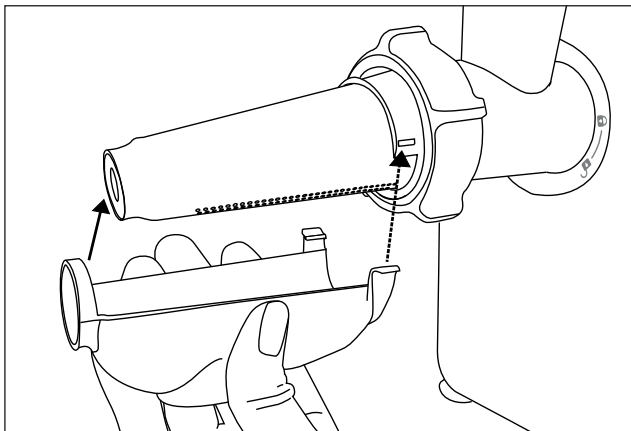

Fig. 2
► Para el accesorio para tomates, no se necesitan ni la cuchilla ❶ con muelle ❷ ni ningún disco perforado o rodaja de charcutería ❸/❹. En caso necesario, retire todos estos accesorios de la boquilla de la picadora de carne ❸.
- 3) Inserte la rosca de transporte ❶ en la boquilla de la picadora de carne ❸.
- 4) Coloque la rosca de plástico ❷ sobre la rosca de transporte ❶. Asegúrese de que el eje angular de la rosca de transporte ❶ encastre completamente en el alojamiento angular de la rosca de plástico ❷. Para ello, en caso necesario, gire un poco la rosca de plástico ❷ de un lado para otro hasta que quede encastrada.
- 5) Tras esto, coloque el pasapurés ❸ de forma que quede completamente sobre la rosca de plástico ❷. Móntelo en la boquilla de la picadora de carne ❸ de manera que las dos pequeñas fijaciones encastren en los dos alojamientos previstos para ello de la rosca. Así el pasapurés ❸ queda bien fijo y no puede girarse. Los pequeños orificios del pasapurés ❸ deben apuntar hacia abajo.
- 6) Cuando todas las piezas estén montadas correctamente, coloque el aro de cierre ❶ sobre el pasapurés ❸ y enrósquelo firmemente con la mano en la boquilla de la picadora de carne ❸.
- 7) Monte la boquilla de la picadora de carne ❸ de la forma descrita en el apartado “Montaje de la picadora de carne”.
- 8) A continuación, fije la bandeja colectora ❹ en el pasapurés ❸ (consulte la fig. 2). Para ello, coloque el anillo en la punta del pasapurés ❸ y enganche los cierres ❶ en ambos lados del extremo ancho. El orificio de la bandeja colectora ❹ debe apuntar hacia abajo.